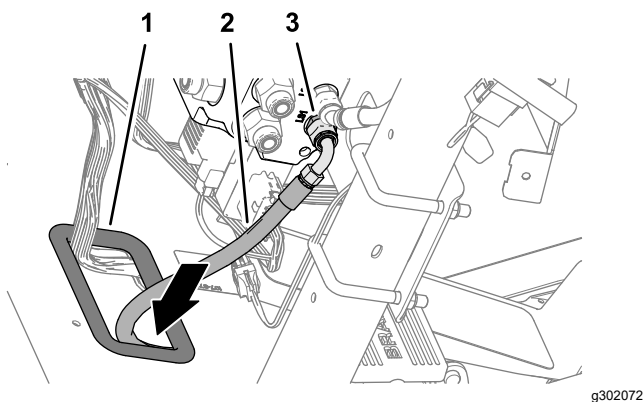

Figura 114
3. Enrute el extremo de la manguera de la bomba hidráulica de 6 × 2819 mm con el acoplamiento -4, 90° a través del anillo de goma de la chapa de suelo (Figura 114).
4. Monte el acoplamiento -6, 90° de la manguera de 6 × 2819 mm en el acoplamiento del orificio LS1 de la válvula de dirección EHI, y apriete el acoplamiento (Figura 114).